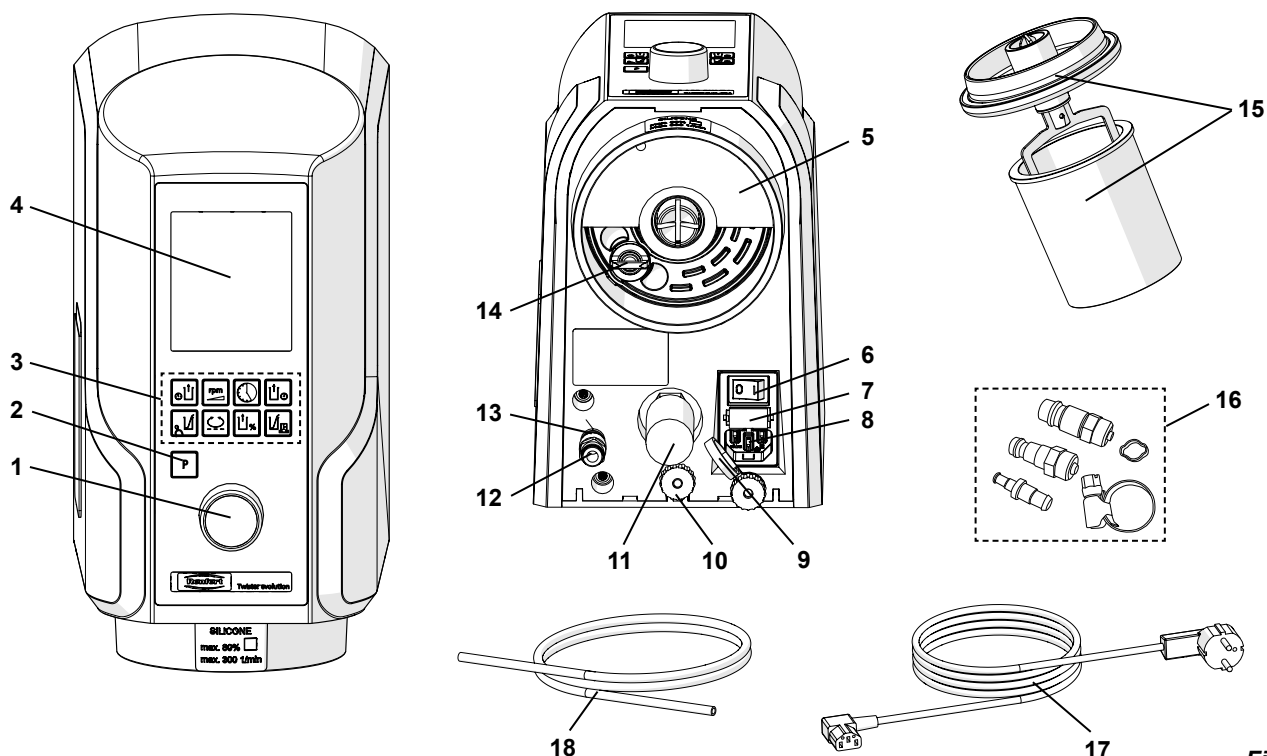

Fig. 1
- ⇒ Sæt trykluftslangen (18) i slangetilslutningen på tryklufttilslutningen (12) indtil anslag. I den forbindelse skal man kunne mærke en let modstand.
- ⇒ Vælg den passende slangekobling i det vedlagte sæt (16, fig. 1) til tilslutningen til trykluftnettet, og sæt den på slangeenden.